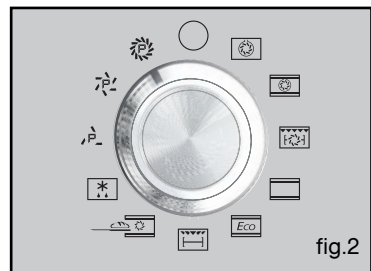

fig.2
Den Wahlschalter auf  "Pyrolyse" oder  "Pyrolyse ECO" stellen (Abb. 2).
- Den gewünschten Endzeitpunkt mit der Taste + oder - einstellen (Abb. 2).